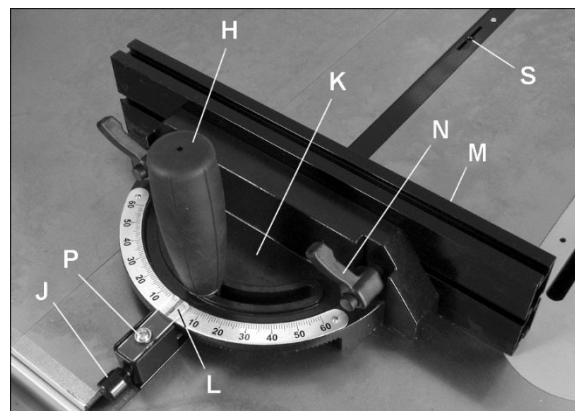

Figure 8-2
Référez-vous aux figures 8-2 et 8-3.
2. Desserrez la poignée de verrouillage (H, Figure 8-2) en tournant dans le sens antihoraire.
3. Tirez sur le bouton à ressort (J) et tournez le bouton jusqu'à ce que le corps (K) de la jauge à onglets soit à l'angle voulu, comme indiqué sur l'échelle.
4. Serrer la poignée de verrouillage (H)
Le guide de la jauge à onglets (M, Figure 8-2) peut être ajusté en le glissant vers la droite ou la gauche, ou enlevé complètement.
2. Réglez la jauge à onglets à 90° à la lame (réglage de 0° sur l'échelle) en desserrant la poignée de verrouillage (H, Figure 8-2), puis en retirant le bouton à ressort (J) et le corps de tournage (K) jusqu'à ce que 0° soit indiqué sur l'échelle.
REMARQUE : La barre de la jauge à onglets comporte deux fentes avec des vis de calage (S, figure 8-2). Ajustez ces vis de calage pour éliminer le jeu entre la barre et la fente des onglets.